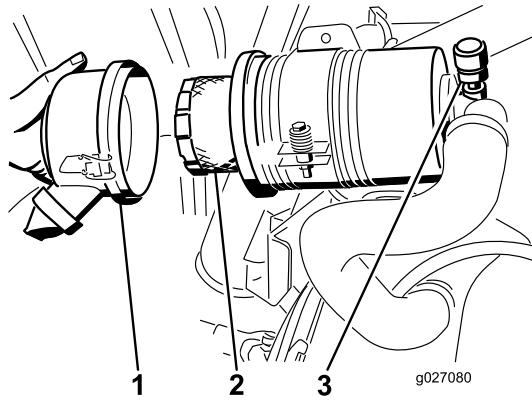

Bild 56
4. Nehmen Sie den Filter heraus und wechseln Sie ihn (Bild 56).